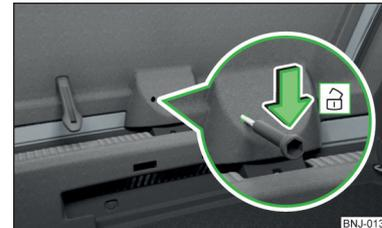

Fig. 195
- Introduzca un destornillador o una herramienta similar hasta el tope en la abertura del revestimiento » **fig. 195**.